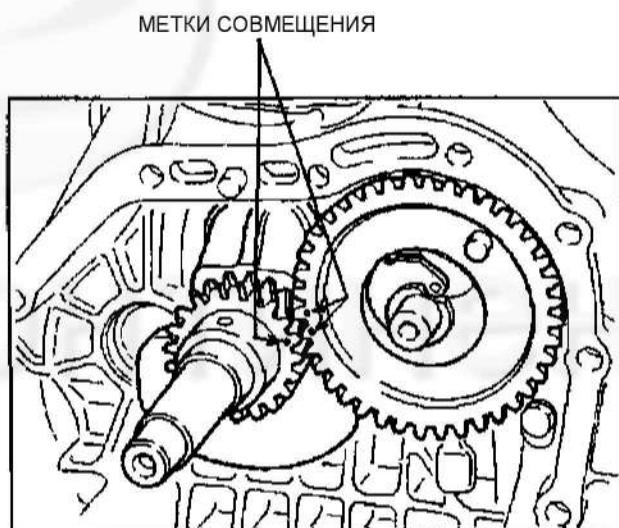

Рис. 48
(2) Установить распределвал в картер, совместив метки опережения впрыска на шестернях коленчатого и распределительного валов. (См. Рис. 48.)